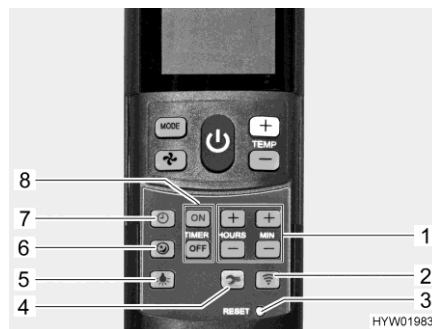

Fig. 193 Télécommande avec touches de réglage (climatisation)
- Appuyer sur la touche Démarrage en douceur (Fig. 193,6). En mode de refroidissement, le ventilateur tourne alors à faible régime et donc particulièrement silencieusement.
- Appuyer sur la touche Heure (Fig. 193,7).
- Régler les heures et les minutes avec les touches (Fig. 193,1).
- Appuyer sur la touche "ON" (Fig. 193,8).
- Appuyer sur les touches de réglage du temps (Fig. 193,1) jusqu'à ce que le laps de temps désiré jusqu'à l'enclenchement soit atteint.
- Appuyer sur la touche "OFF" (Fig. 193,8).
- Appuyer sur les touches de réglage du temps (Fig. 193,1) jusqu'à ce que le laps de temps désiré jusqu'au désenclenchement soit atteint.
- Appuyer de nouveau sur la touche "ON" ou sur la touche "OFF" (Fig. 193,8).
- Activer l'éclairage :* ■ Appuyer sur la touche Éclairage (Fig. 193,5). L'éclairage s'allume au dernier niveau de variation qui a été réglé.
- Varié l'intensité de l'éclairage :* ■ Appuyer sur la touche Éclairage (Fig. 193,5) et la maintenir ainsi jusqu'à ce que la luminosité désirée soit atteinte.
- Éteindre l'éclairage :* ■ Appuyer sur la touche Éclairage (Fig. 193,5).
- ▷ La touche Setup (Fig. 193,4) sert à établir la connexion entre la télécommande et la climatisation lors de la première mise en service.